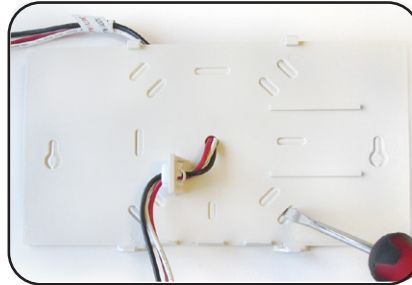

FIG. 2
3. Install the back plate on the wall. The unit is supplied with universal spider knockouts and keyhole slots stamped into the back of the cabinet. Unplug the quick connector, knock out the appropriate holes (Fig. 2) and install the back plate on the wall, over the junction box using appropriate screws and anchors (not supplied).
3. Installer la plaque arrière sur le mur (Fig. 2). L'unité offre des débouchures de distribution universelles et des fentes en trou de serrure estampées au dos du cabinet. Déconnecter le connecteur rapide, défoncer les trous appropriés et installer la plaque arrière sur le mur, sur la boîte de jonction avec les vis et ancrages appropriés (non incluses).